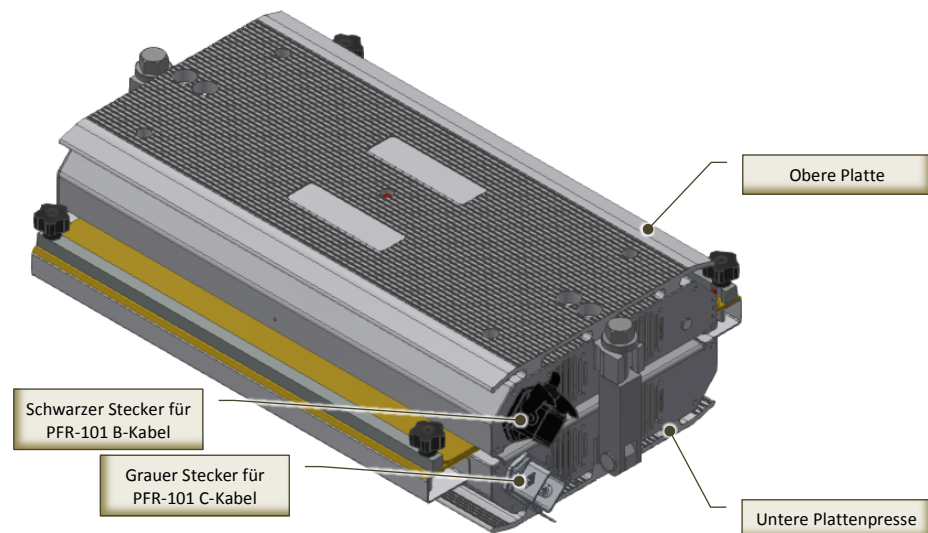

Abb. 6.8-1 - Pressanschlüsse
- Das Kabel "B" der Steuereinheit PFR-101 muss mit dem schwarzen Stecker der **oberen Platte** der Presse verbunden werden (Abb. 6.8-1);
- Das Kabel "C" der Steuereinheit PFR-101 muss mit dem grauen Stecker der **Bodenplatte** der Presse verbunden werden (Abb. 6.8-1).
ACHTUNG: Vergewissern Sie sich vor dem Einschalten der Maschine, dass die Verbindungskabel zwischen Presse und Steuerung korrekt angeschlossen sind und der Belegung der Ober- und Unterplatte entsprechen (Abb. 6.8-1).